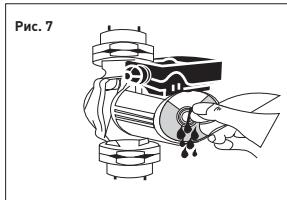

Рис. 7
- Удаление воздуха из насоса осуществляется вручную: ослабьте заглушку, но не отвинчивайте до конца (рис. 7).